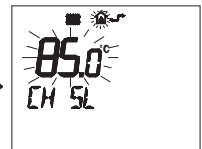

Figura 5.64
- Premere per più di 3 secondi il pulsante **IP** per entrare in modalità **INFO** (Figura 5.64).